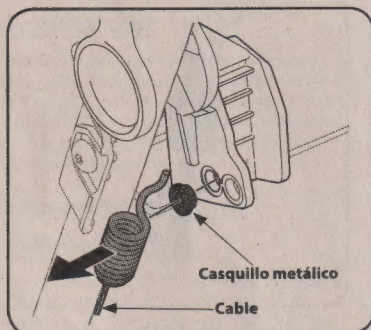

Figura 4-4
3. Desenganche el cable y quite el casquillo metálico de la manija de transmisión de plástico. Vea la Figura 4-4.